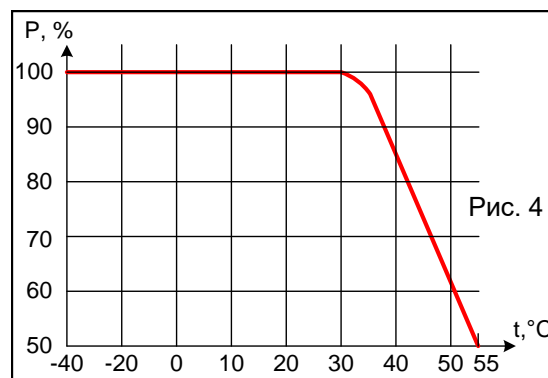

Рис. 4
**ВНИМАНИЕ!** При повышении температуры окружающей среды уменьшается максимальная допустимая мощность нагрузки регулятора (см. рис. 4).